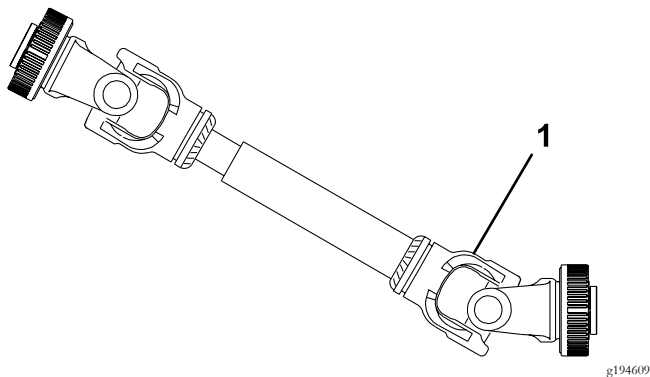

Figura 25
**Importante:** Quando fizer a ligação à tomada de força, certifique-se de que o arejador não está levantado mais do que o necessário. Levantar demasiado a máquina fará com que o veio da tomada de força dobre até ceder (Figura 25). A tomada de força pode ser colocada a funcionar até um ângulo de 25°, mas nunca pode ultrapassar um ângulo de 35° quando o arejador estiver no ponto mais alto, caso contrário poderá danificar seriamente o veio.